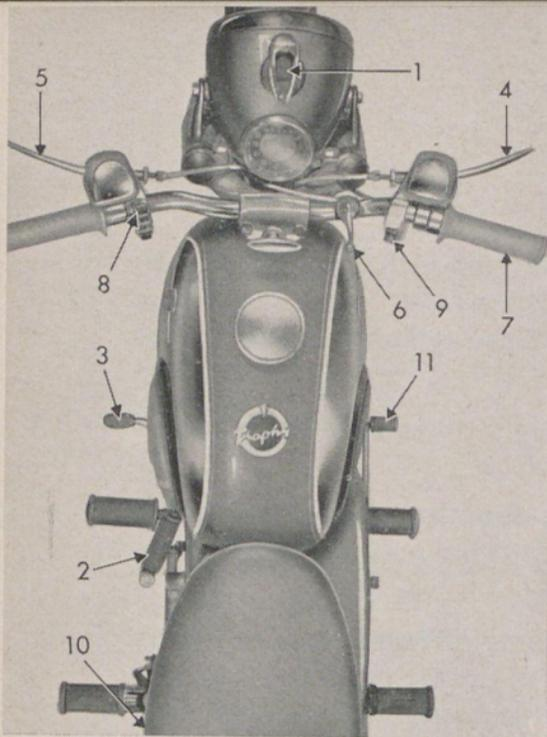

Bild 6
a) Starten mit Kickstarter (Bild 6)